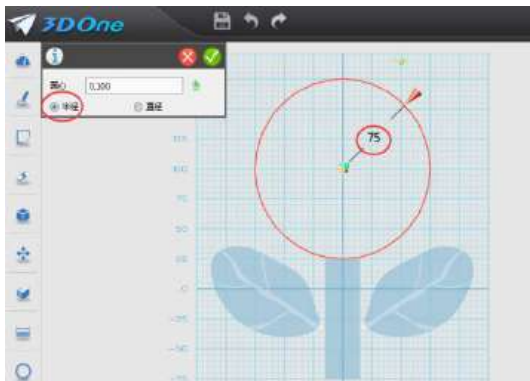
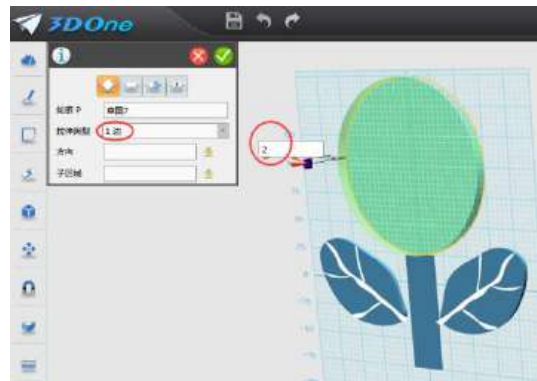

图 9-17
图 9-18
9. 绘制中心圆：鼠标移到屏幕最左侧第二个图标“绘制草图”命令里面的“圆形”命令，出现对话框，选择半径，在长方体上方第 15 格的位置绘制圆，半径：75，确定完成，如图 9-17。然后对草图进行拉伸，鼠标点击草图，出现迷你棒，点击“拉伸”命令，出现对话框，拉伸类型：一边；高度：输入 4，如图 9-18，确定完成。